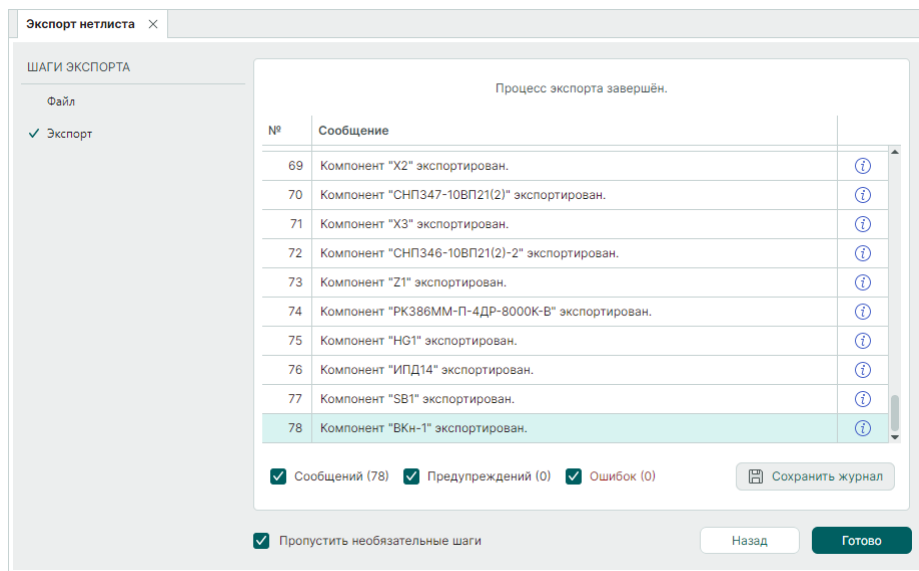

Рис. 79 Информация об экспорте нетлиста
5. Дождитесь завершения процедуры экспорта и нажмите кнопку «Готово», Рис. 79.